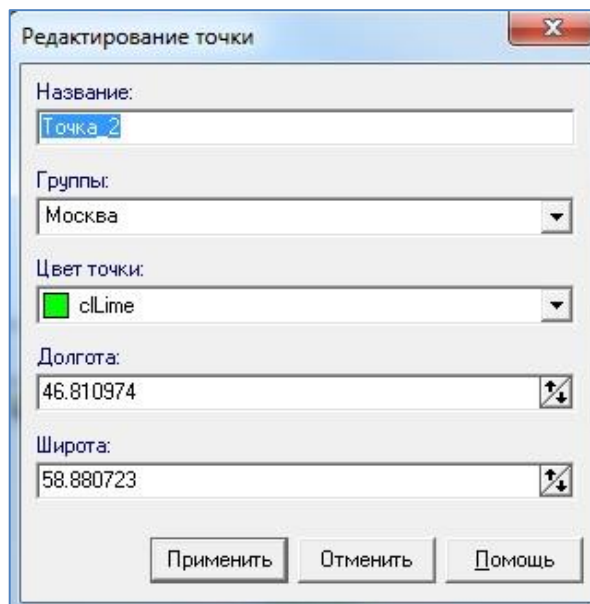

Рисунок 44 – Форма «Редактирование точки»
1.1.1 вызвать пункт контекстного меню «Изменить». Программа предоставляет форму «Редактирование точки» (см. Рисунок 44)